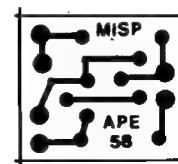

Fig.2
- **FIG. 2 - LAY OUT DO CIRCUITO IMPRESSO ESPECÍFICO** - Menor que isso, só mesmo moral de político... Menos de 4 cm², uma verdadeira "caquinha", que permite o aproveitamento de qualquer "lasca" de fenolite que esteja sobrando aí pela sucata do Leitor/Hobbysta... O padrão cobreado (visto em escala 1:1 na figura...) também é mínimo, de facilíma realização, seja por métodos mais modernos, (traçagem com decalque...) seja por sistemas manuais, traçagem por canetas, etc. De qualquer modo, apesar de sua "pequenez", os **mesmos** velhos cuidados e verificações devem ser dedicados, ao final, na conferência, na busca e eventual correção de falhas, lapsos, "curtos", etc., sempre lembrando que da perfeição do Impresso (qualquer que seja o tamanho ou complexidade do circuito...) depende uns 90% do sucesso - ou insucesso - de